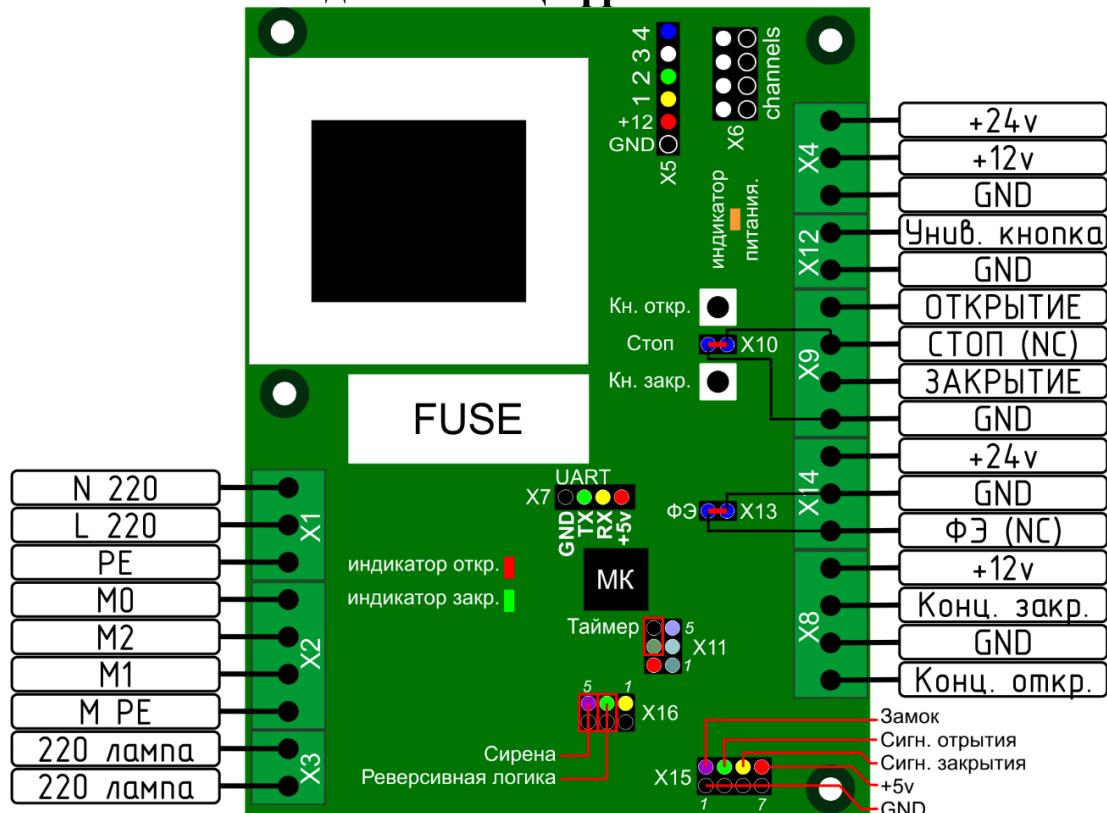

Рисунок 7
Питание шлагбаума однофазное, подключается к разъему X1 (см. Рисунок 7)
Фотоэлементы подключаются к разъему X14 (см. Рисунок 7). Питание фотоэлементов – 24В.
При отсутствии фотоэлементов на переключателе X13 (см. Рисунок 7) должен быть установлен джампер. При отсутствии перемычки шлагбаум не будет закрываться.
Подключается к разъему **X9** (см. Рисунок 7)
3. Блок перейдет в режим настройки задержки таймера. Количество миганий индикаторов открытия и закрытия (см. Рисунок 7) отобразится текущее время задержки в секундах кратное 5. (3 мигания – 15 секунд)